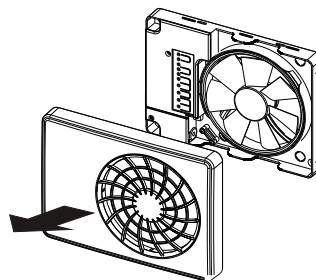

Fig. 4
4. Fjern frontdækslet ved at vippe fronten af snap-in-låsene i bunden eller toppen. Fig. 4.